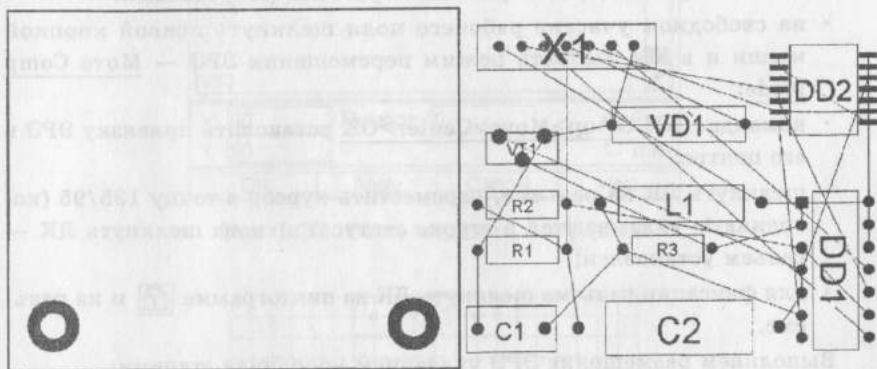

Рис. 1.31. Тестовый проект после его загрузки в программу SPECCTRA
- после Place>Autoplacement>Command Line снять флажок в поле Quit when done, нажать кнопки OK>Start и ответить утвердительно на вопросы системы — откроется ГИ пользователя программы Specetra (см. рис. 1.3) с загруженным проектом в виде, представленном на рис. 1.31.